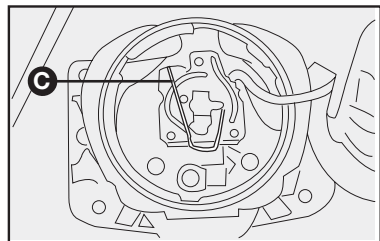

fig. 42
3) Saque el conector y enseguida el portalámpara, presionando el seguro **C-fig. 42** hacia delante abriendo lateralmente hacia la derecha;